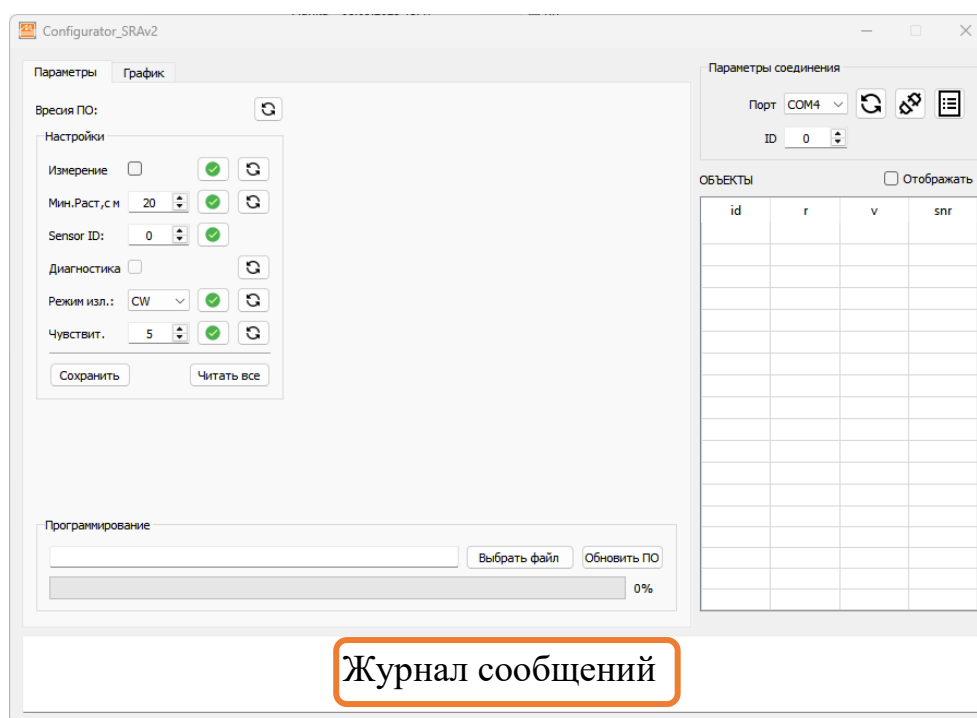

Рисунок 2.2 – Внешний вид окна программы
2.5.4 Запустите программу Configurator_SRAv2 (рисунок 2.2).